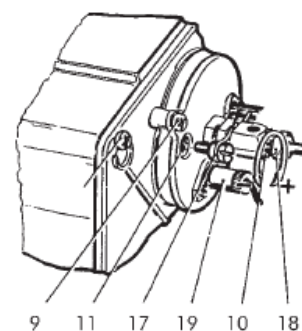

Fig. 8
- Återställ genom att trycka på knappen (20).
- Justera flaman genom att ändra både luftflödet med skruven (13) och den relativa toppen (12) och på framåt- / bakåt-drift av munstyckshållaren (10). Använd skruven (17) för att justera den senare.
- Vi rekommenderar att du för hållaren framåt (+) för hög eller nästan maximal flödes hastighet och bakåt (-) för låg flödes hastighet (se bild 8).